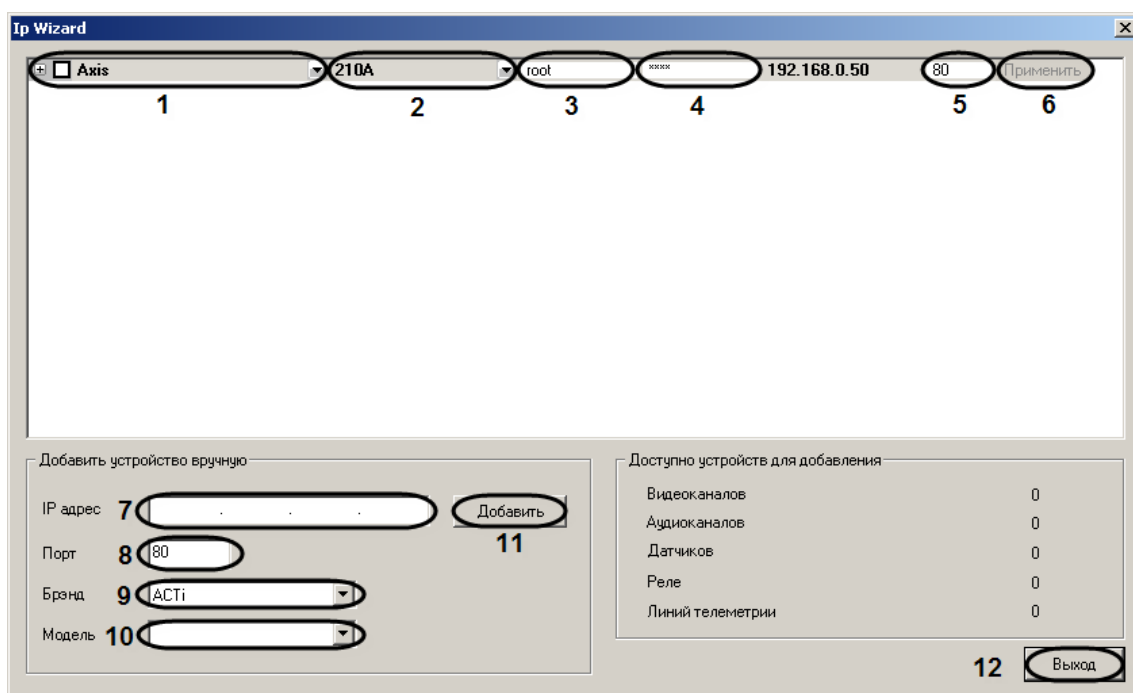

Рис. 3.2—5 Окно «IP Wizard»
4. Проверить правильность определения бренда (см. Рис. 3.2—5, 1) и модели (см. Рис. 3.2—5, 2) для найденного IP-устройства. При необходимости внести изменения, раскрыв соответствующий список с помощью кнопки  и выбрав требуемое значение.